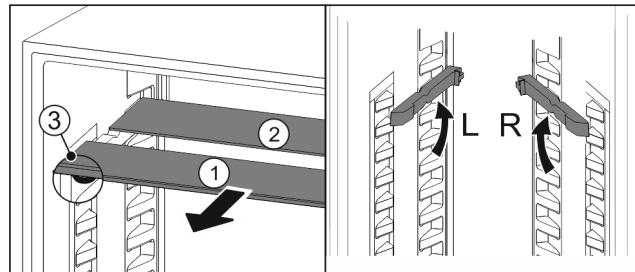

Fig. 121
- Extrageți Fig. 121 (1) pe rând plăcile de sticlă spre înainte.
- Placa de sticlă Fig. 121 (1) cu șipca decorativă se află în față.
- Opritoarele Fig. 121 (3) indică în jos.